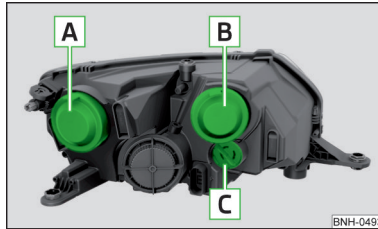

Abb. 172
Glühlampenordnung » Abb. 172
- Die Schutzkappe **A** » Abb. 172 auf Seite 179 abnehmen.
➤ Die Schutzkappe **A** » Abb. 172 auf Seite 179 einsetzen.
- Die Schutzkappe **B** » Abb. 172 auf Seite 179 abnehmen.
- Die Schutzkappe **B** » Abb. 172 auf Seite 179 einsetzen.
- › Die Schutzkappe **B** » Abb. 172 auf Seite 179 einsetzen.